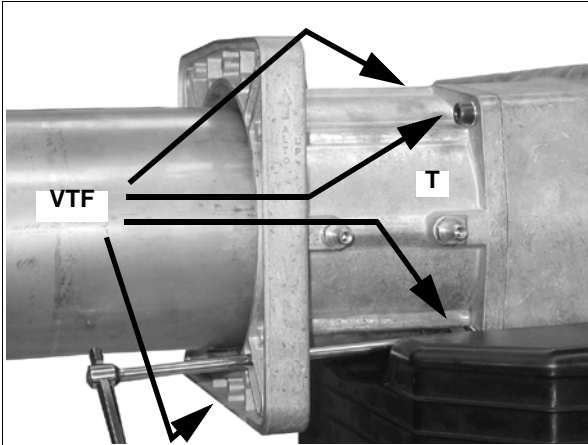

Fig. 4
- 2 Desmontar el botín embridado T extrayendo los 4 tornillos de cabeza hexagonal VTF (Fig. 4).